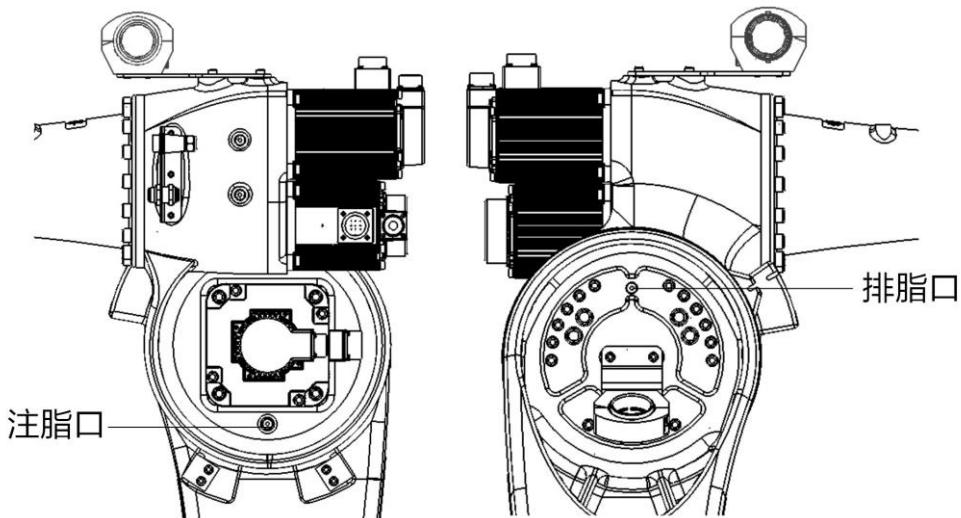

图 13-6 更换 J3 轴减速器润滑脂
- 卸下排脂口 M10x1 堵头及密封垫片，如图 13-6 所示。